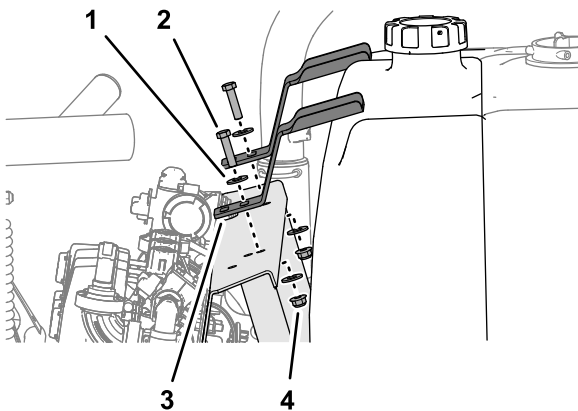

Figura 4
5. Retire os dois parafusos, quatro anilhas e duas porcas flangeadas que prendem os dois suportes de fixação do depósito de lavagem à base da válvula e retire os suportes de fixação (**Figura 4**).